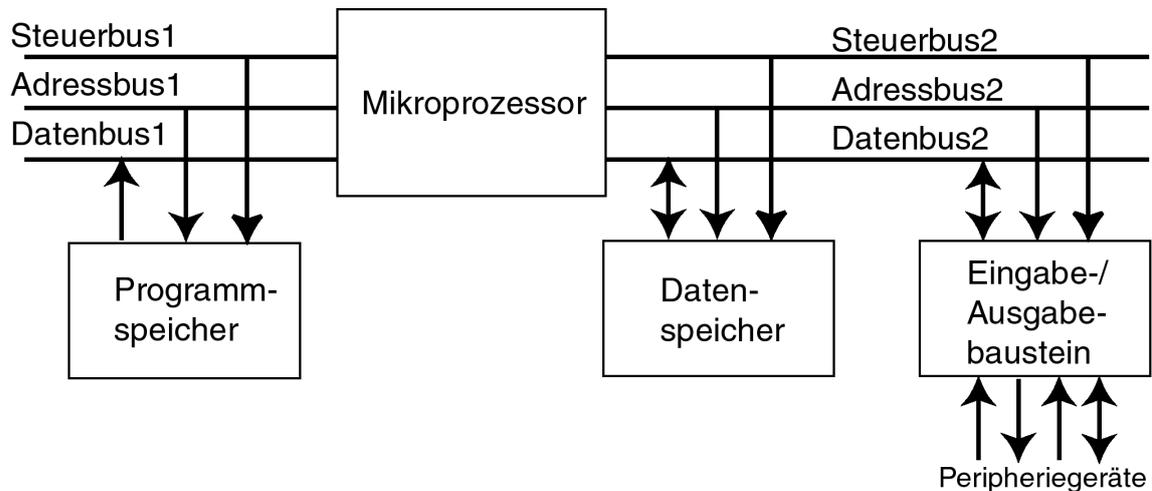

Figure 18.1: Mikroprozessorsystems mit Harvard-Architektur
- Computer mit *Harvard-Architektur* haben getrennten Daten- und Programmspeicher (Abb. 18.1),